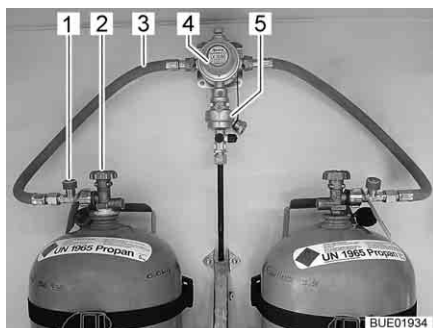
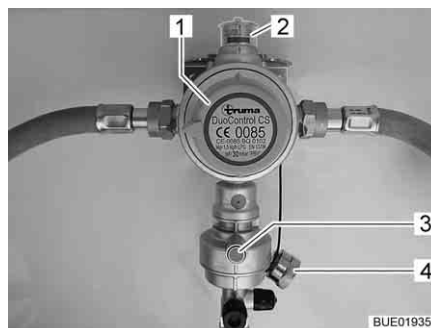

Fig. 101 Bombole del gas con DuoControl
Fig. 102 Impianto di regolazione DuoControl
L'impianto di regolazione DuoControl consiste in una valvola di commutazione (Fig. 101,4) e un sensore crash (Fig. 101,5). L'impianto di regolazione DuoControl è installato tra i tubi flessibili del gas (Fig. 101,3) con un dispositivo antirottura del tubo flessibile (Fig. 101,1). Con la manopola (Fig. 102,1) sulla valvola di commutazione è possibile stabilire quale delle bombole del gas viene utilizzata come bombola in uso e quale come bombola di riserva.
Nella finestra di controllo (Fig. 102,2) viene visualizzato lo stato del rifornimento di gas:
Il funzionamento con una sola bombola del gas è consentito, ma in questi casi il collegamento aperto deve essere assolutamente chiuso con una copertura cieca (Fig. 102,4).
Sensore crash Il sensore crash blocca l'alimentazione del gas in caso di forti vibrazioni (es. incidente). Il sensore crash viene azionato mediante pressione del tasto reset verde (Fig. 102,3).
Dispositivo antirottura del tubo flessibile Il dispositivo antirottura del tubo flessibile (Fig. 101,1) blocca il flusso di gas quando il tubo flessibile collegato si rompe. Il dispositivo antirottura del tubo flessibile deve essere attivato premendo il tasto verde.
Centralina di controllo Tramite la centralina di controllo (Fig. 103) è possibile attivare e disattivare l'alimentazione del gas tramite l'impianto di regolazione DuoControl. Le valvole principali di arresto (Fig. 101,2) delle bombole del gas e i rubinetti di arresto del gas degli apparecchi devono essere aperti manualmente.
- Con la manopola (Fig. 102,1) sulla valvola di commutazione selezionare la bombola del gas, da cui proviene la principale alimentazione del gas (bombola in uso). Girare la manopola fino all'arresto.
- Aprire le valvole principali di arresto (Fig. 101,2) delle bombole del gas.
- Premere il tasto verde del dispositivo antirottura del tubo flessibile (Fig. 101,1). Nella finestra di controllo (Fig. 102,2) viene visualizzato il simbolo verde.
- Chiudere le valvole principali di arresto (Fig. 101,2) delle bombole del gas.
Se la spia di controllo verde (Fig. 103,6) si spegne durante il funzionamento e la spia di controllo rossa (Fig. 103,5) si accende, significa che la bombola in uso è vuota e deve essere sostituita. Nella finestra di controllo (Fig. 102,2) viene visualizzato il simbolo rosso. La bombola di riserva continua ad alimentare le utenze a gas.
- Ruotare di mezzo giro la manopola (Fig. 102,1) in direzione della bombola del gas utilizzata. In questo modo questa bombola del gas ora è la bombola in uso, mentre la bombola del gas vuota diventa la bombola di riserva. Il simbolo nella finestra di controllo (Fig. 102,2) passa da rosso a verde.
- Chiudere la valvola principale di arresto (Fig. 101,2) della bombola del gas vuota. Osservare la direzione della freccia.
- Premere il tasto verde del dispositivo antirottura del tubo flessibile (Fig. 101,1).